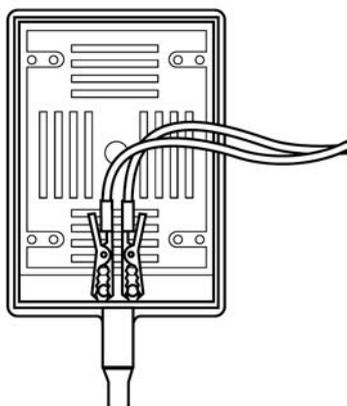

Figura 15 Adhesión al conector del transductor
- b** Conecte los electrodos rojos con los tornillos cilíndricos en el conector del transductor tal y como se muestra en **Figura 15**.